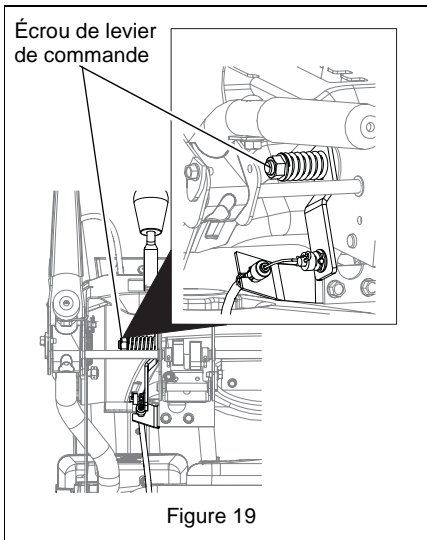

Figure 19
(Figures 19 et 20)
1. Resserrer l'écrou sous le panneau de commande pour augmenter la pression sur la commande du déflecteur (Figure 19).